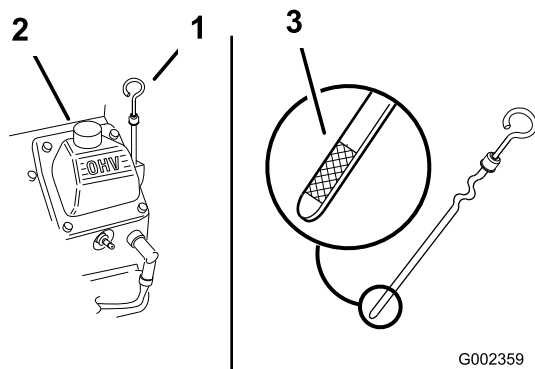

Bild 46
4. Reinigen Sie den Bereich um den Ölpeilstab (Bild 46), damit kein Schmutz in den Einfüllstutzen gelangen und den Motor beschädigen kann.
5. Schrauben Sie den Ölpeilstab los und wischen das Ende ab (Bild 46).
6. Schieben Sie den Ölpeilstab vollständig in den Einfüllstutzen (Bild 46).
7. Gießen Sie ca. 80 % der angegebenen Ölmenge langsam in den Einfüllstutzen (Bild 46).